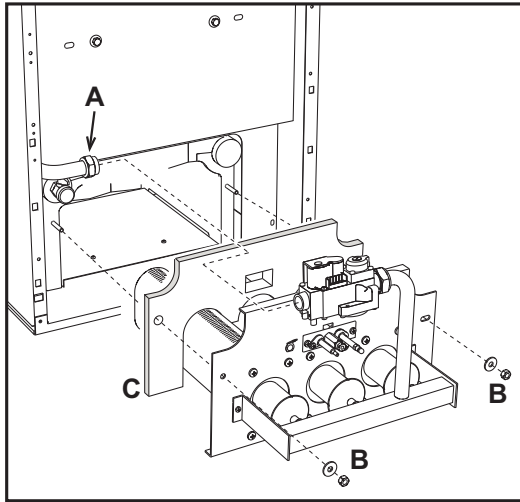

fig. 21 - Smontaggio bruciatori
- Svitare i due dadi "B" che fissano la porta della camera di combustione agli elementi in ghisa della caldaia (fig. 21).